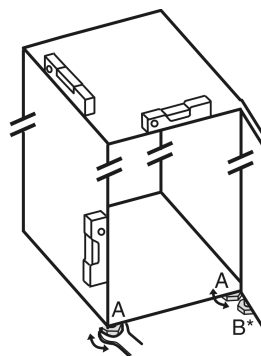

Fig. 27
- ▶ Seřizovací nožky Fig. 27 (A) vyšroubujte pomocí přiloženého vidlicového klíče a pomocí vodováhy, dokud nebude spotřebič pevně vyrovnaný.
- ▶ Seřizovací nožku Fig. 27 (B) na stojanu ložiska vytáchejte pomocí přiloženého vidlicového klíče, až dosedne na zem.
- ▶ Seřizovací nožku Fig. 27 (B) otácejte dál o 90°.